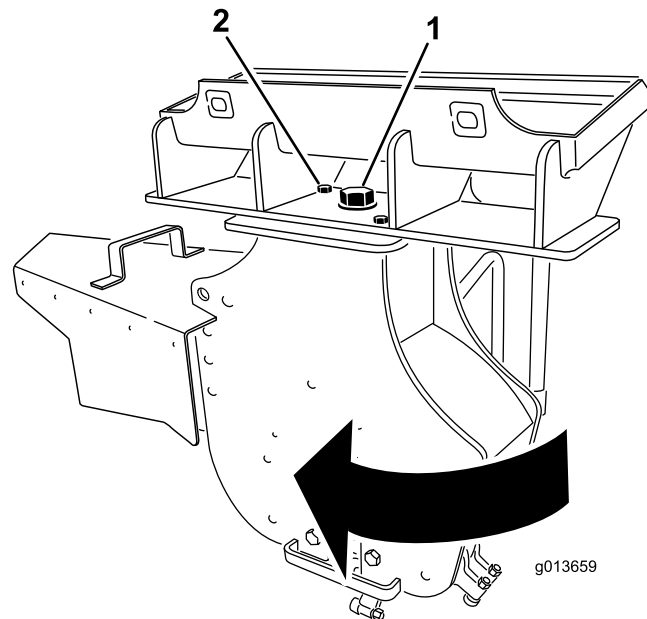

Figure 10
- Desserrez le gros boulon sur le sommet de la broyeuse (Figure 10).
- Retirez le boulon avant et l'écrou de fixation de la broyeuse (Figure 10).
- Faites pivoter la broyeuse de 30 degrés dans le sens horaire (Figure 10).
- Serrez le gros boulon sur le haut de la broyeuse à 406 N m (Figure 10)
- Placez le boulon et l'écrou dans le trou avant et serrez-les à 101 N m (Figure 10).
- Faites pivoter la broyeuse de 30 degrés dans le sens antihoraire (Figure 10).
15. Serrez le gros boulon sur le haut de la broyeuse à 406 N m (Figure 10)
16. Placez le boulon et l'écrou dans le trou avant et serrez-les à 101 N m (Figure 10).